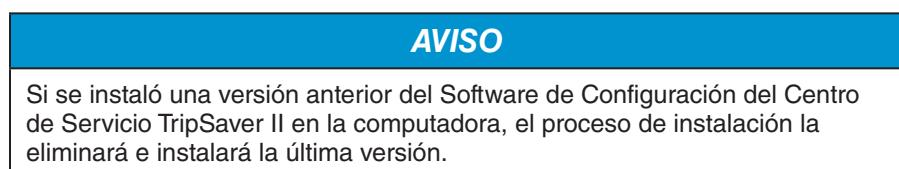

Figura 4. El asistente de configuración de la instalación de SCC.
- PASO 2.** Despues de que haga clic en el botón **Install**, espere a que el proceso de inicialización termine. El instalador instalará automáticamente el marco .NET correcto en la computadora en caso de falte que el marco .NET. Cuando el marco .NET sea instalado exitosamente, aparecerá el asistente de instalación para Software de Configuración del Centro de Servicio de TripSaver II de S&C. Ver Figura 4.